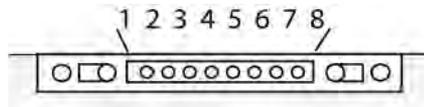

Bild 4: Anschlussbuchse für externe Taster
- Taster-Leitung an Anschluss "**Ext.**" (8) aufstecken. Pinzuordnung beachten (Bild 4).